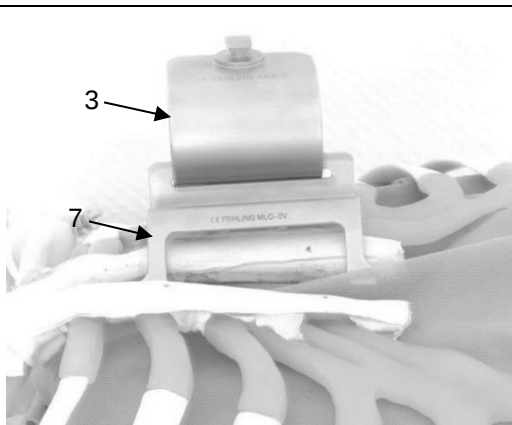

Fig. 10
1. Introduire la valve AMI (3) accompagnée de la valve de maintien AMI (7) dans la fente de sciage sternal (Fig. 10).